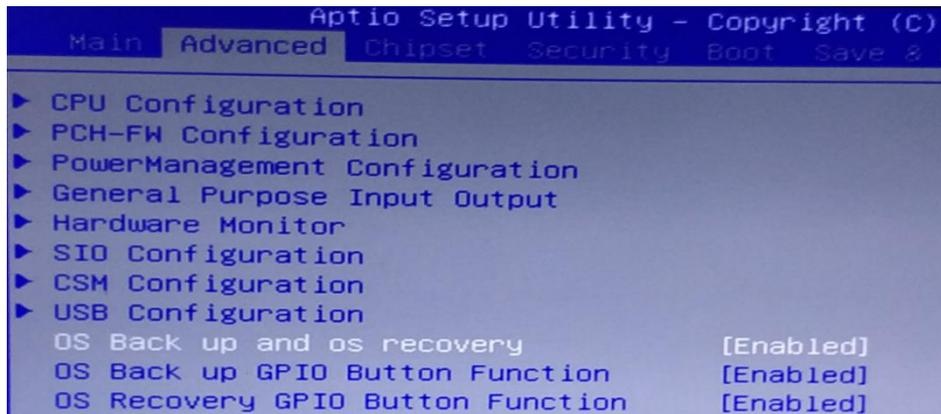

图 1 操作界面
(1) 检查工作：①由于备份及还原操作过程中机器均不能外接存储设备，在操作之前务必先检查确认 USB 接口未连接外部存储设备，如 U 盘等，否则备份还原会出现错误；②保证硬盘内存容量大小不小于 64G；
(2) 按电源键开机或上电开机后，连续重复按键盘上的 delete 键，就能进入备份操作界面（如图 1 所示）；
(1) 检查工作：①由于备份及还原操作过程中机器均不能外接存储设备，在操作之前必须先检查确认 USB 接口未连接外部存储设备，如 U 盘等，否则备份还原会出现错误；②保证硬盘内存容量大小不小于 64G；